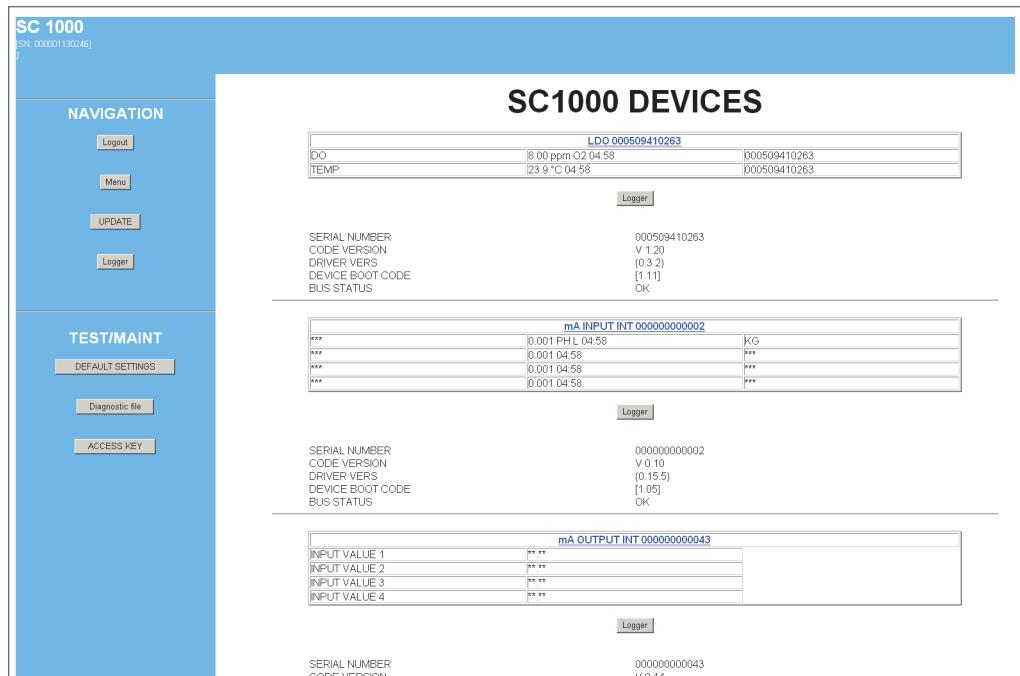

Рисунок 49 Экран доступа через браузер
6. Появится экран доступа через браузер (Рисунок 49иТаблица 21).